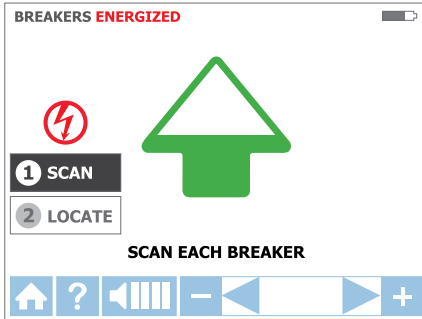

Figure 3.3b
1. L'appareil démarre automatiquement en mode ① BALAYAGE comme indiqué en Figure 3.3b.